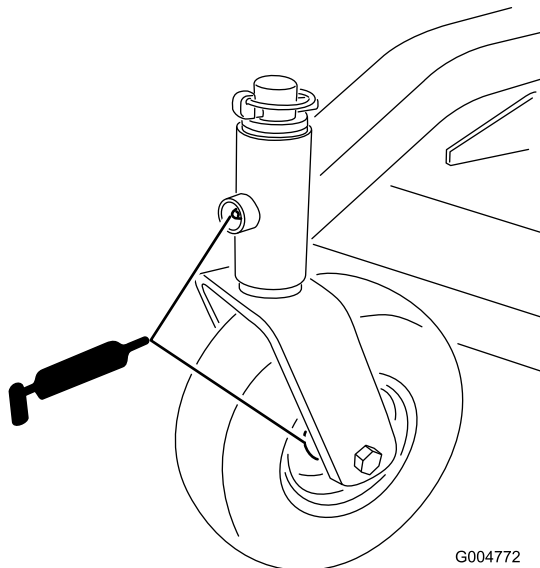

Figure 26
1. Lubrifiez les roulements des roues pivotantes avant ainsi que les pivots avant (Figure 26).